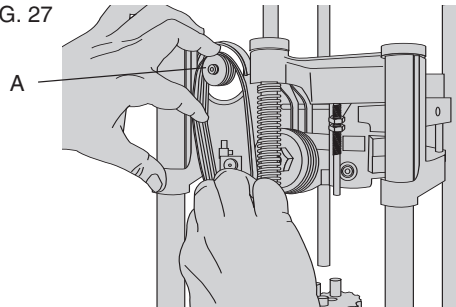

FIG. 28
6. Figure 28 – Guider la courroie entre la poulie inférieure et la vis de réglage de hauteur (B).